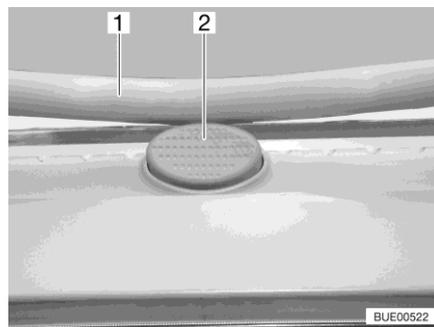

Fig. 94 Botón de seguridad (claraboya Heki)
- Pulsar el botón de seguridad (Fig. 94,2) y tirar el estribo (Fig. 94,1) hacia abajo con ambas manos.
- Presionar el estribo hacia arriba con ambas manos hasta que el estribo se encuentre encima del botón de seguridad (Fig. 94,2).